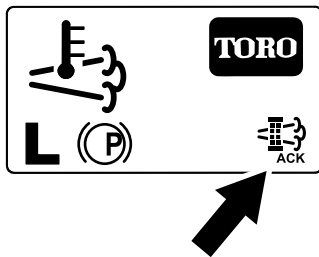

Figura 66
8. L'InfoCenter visualizza la schermata Home e l'icona della rigenerazione (Figura 66) è presente nell'angolo in basso a destra della schermata mentre la rigenerazione procede.